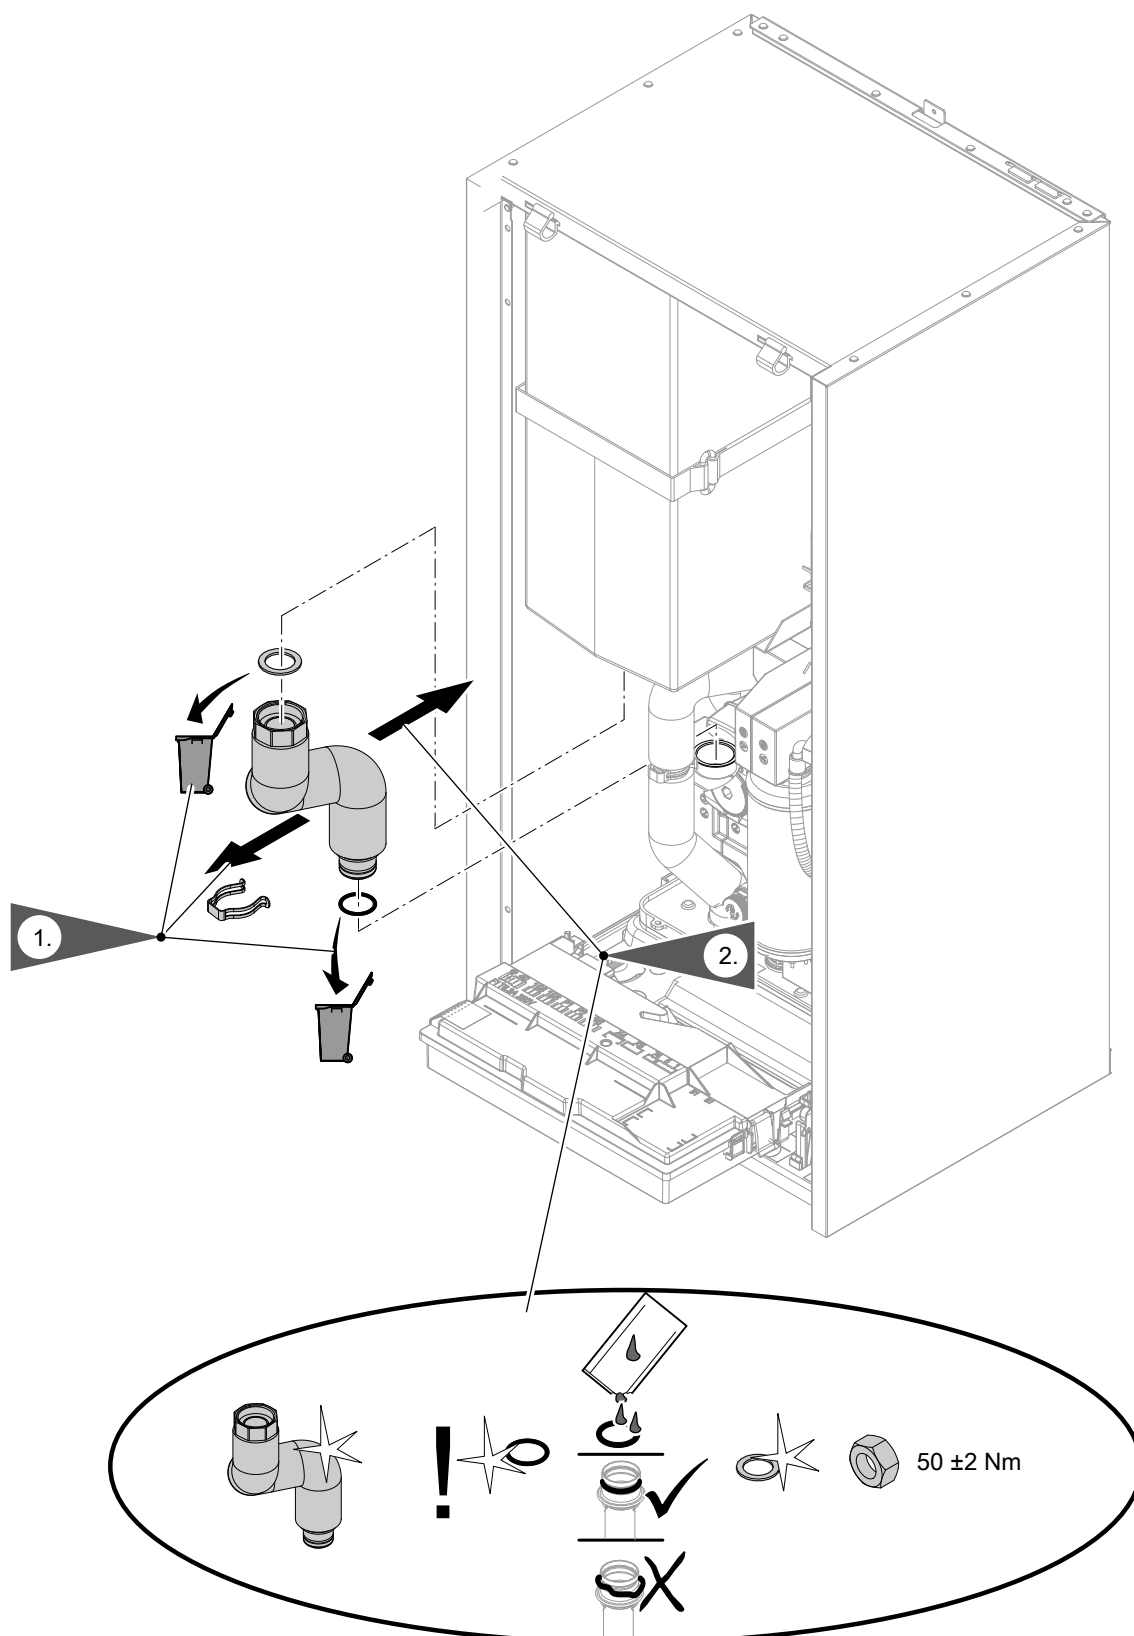

Fig. 80
- Conduites hydrauliques : voir fig. 80 à 81.